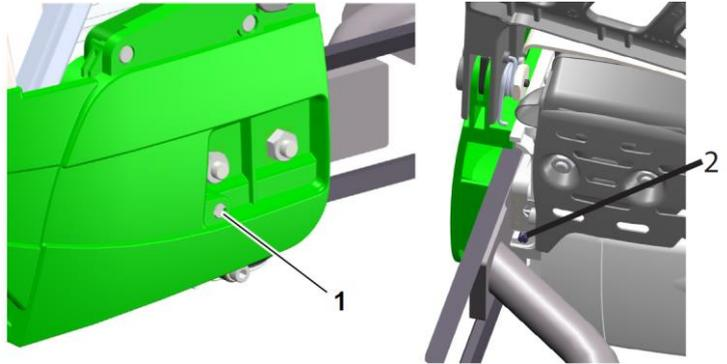

Fig. 6 : Vis tendeuse de la courroie trapézoïdale
- > Tendez la courroie trapézoïdale en tournant la vis tendeuse de la courroie trapézoïdale (2) dans le sens des aiguilles d'une montre (voir Fig. 6).